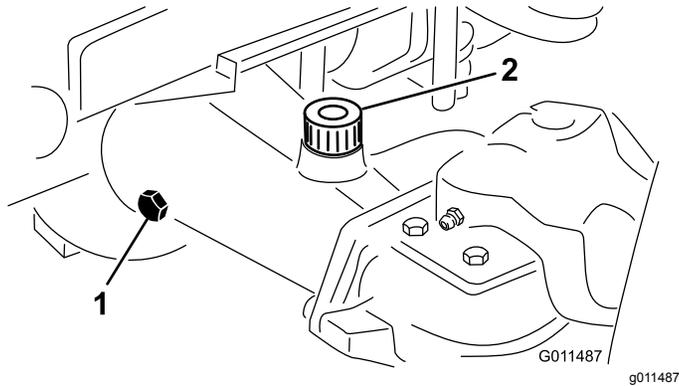

Figura 92
- Togliete il tappo di controllo dall'estremità del ponte e verificate che il lubrificante raggiunga la base del foro (Figura 92).